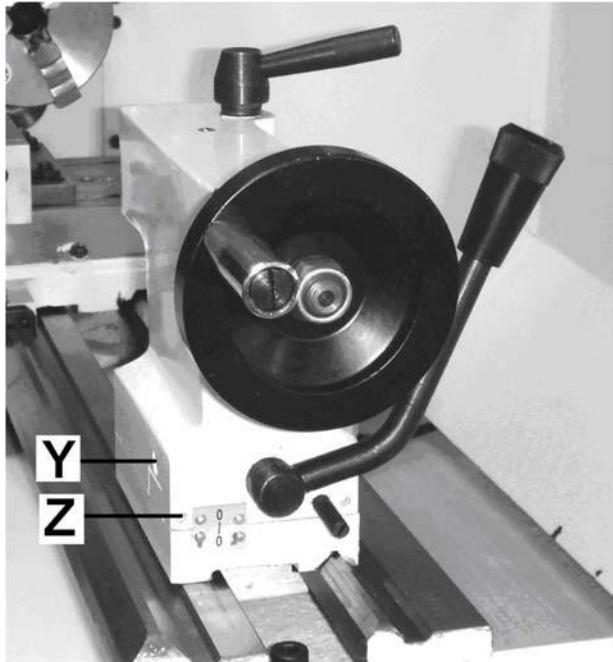

Abb. 8-3: Kegeldrehen zwischen Spitzen
Für das Kegeldrehen den Reitstock versteteln. Die Klemmschrauben (Z, Abb. 8-3) lösen und den Einstellvorgang mithilfe der Schrauben (Y) vornehmen.